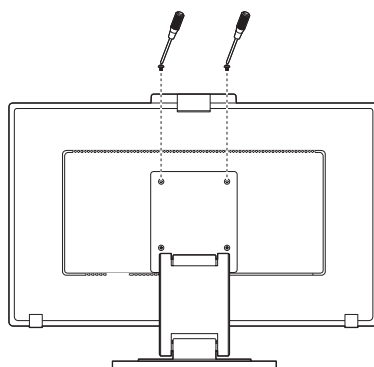

Figure S.3
5. Retirez les 2 vis supérieures (**Figure S.3**).